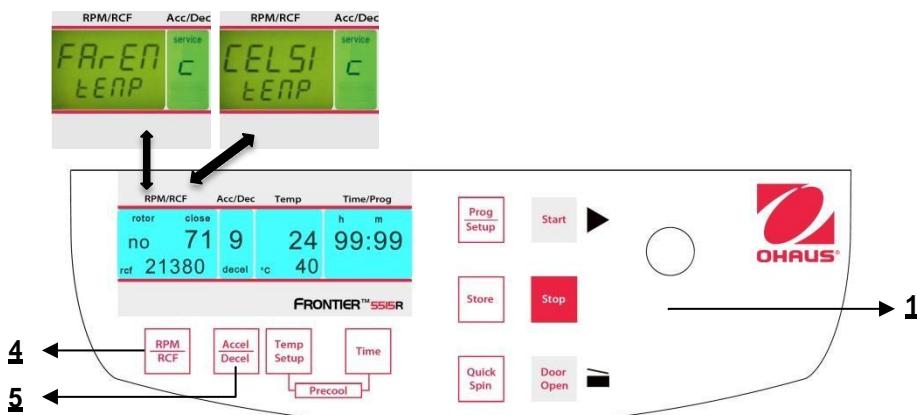

Abbildung. 32
Fahren Sie fort wie unter Punkt 4.1.2 beschrieben, um in den Programmmodus einzutreten und drücken Sie dann die Taste "**Accel/Decel**" (5). Auf der Anzeige "**Acc/Dec**" (A-2) erscheint das Wort "**Service**". Wählen Sie nun den Buchstaben "C" mit Hilfe des Anpassungsknopfes (1). Als Ergebnis erscheinen auf der Anzeige "**RPM | RCF**" (A-1) die Worte "**CELSI/temp**". Wenn Sie die Taste "**RPM | RCF**" (4) drücken, blinkt das Wort "**CELSI**" und Sie können mit dem Anpassungsknopf (1) die Anzeige in Fahrenheit "**FAREN**" ändern (siehe Abbildung 32).